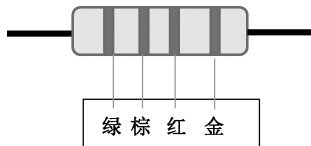
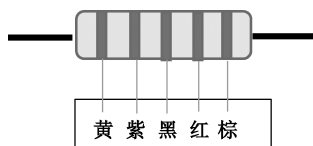

图 1-16 四环电阻
图 1-17 五环电阻
11. 请读出图 1-16 和图 1-17 色环电阻对应的阻值和误差。